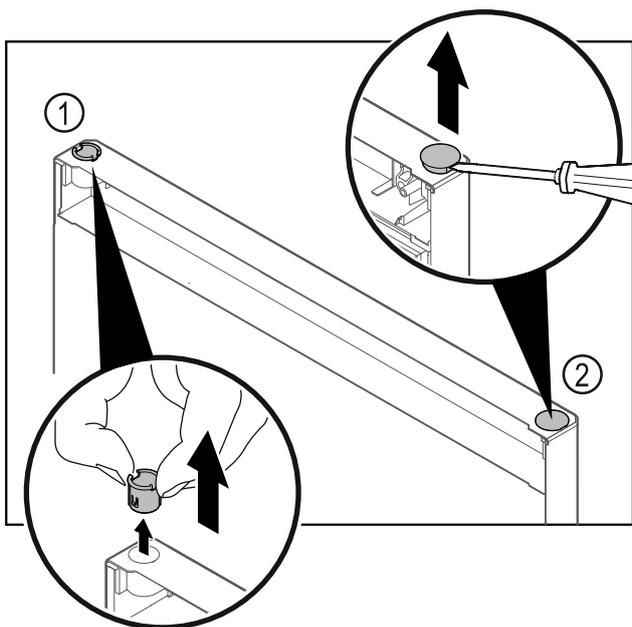

Fig. 15
- ▶ Витягніть шарнірну втулку Fig. 15 (1) пальцями.
- ▶ За допомогою шліцевої викрутки обережно підніміть заглушку Fig. 15 (2) та витягніть її.